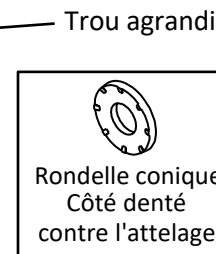

Figure 3
- 3. Abaisser l'absorbeur de vapeurs d'essence** - Abaisser l'absorbeur de vapeurs d'essence du côté conducteur en retirant le (1) boulon M8 le plus à l'arrière à l'aide d'une douille 10 mm et permettant à l'absorbeur de pendre. NOTA : S'il est présent, retirer le bouchon de longeron de châssis pour accéder au point de montage arrière du côté conducteur.
- 4. Agrandir les trous de fixation** - À l'aide d'une meule à rectifier, agrandir le trou de fixation le plus à l'avant des longerons côtés conducteur et passer afin d'insérer le bloc et le boulon de carrosserie. Voir Figure 3.
**4. Agrandir les trous de fixation** - À l'aide d'une meule à rectifier, agrandir le trou de fixation le plus à l'avant des longerons côtés conducteur et passager afin d'insérer le bloc et le boulon de carrosserie. Voir Figure 3.